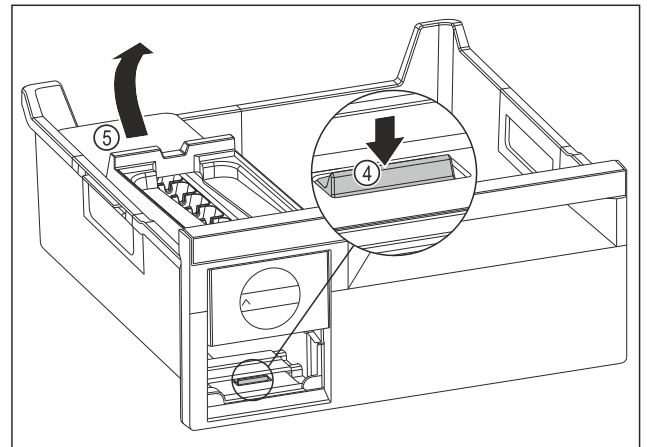

Fig. 188
- ▶ EasyTwist-Ice-Körper entnehmen: Lasche Fig. 188 (4) mit Finger nach unten drücken und gleichzeitig mit der anderen Hand den EasyTwist-Ice-Körper Fig. 188 (5) von hinten anheben.